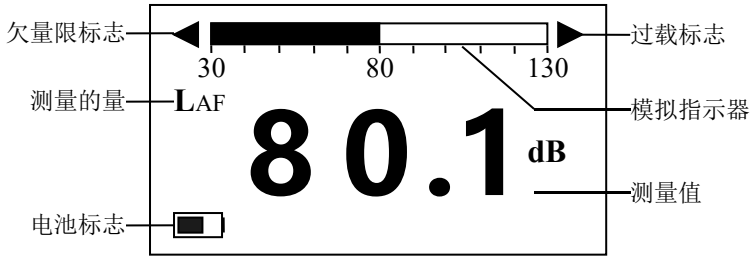

图 9 测量界面
- e) 待声级计预热后，即可从显示屏上读取测量结果，见图 9。